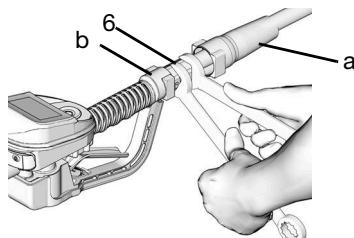

图 9
- 将旋转套 (a) 在软管上向后滑动，小头先进入旋转接头 (6)（图 9）。
- 在软管接头的外螺纹上涂一层螺纹密封剂。将软管接头 (b) 拧入计量分配阀旋转接头 (6)。用两个扳手拧紧（图 9）。